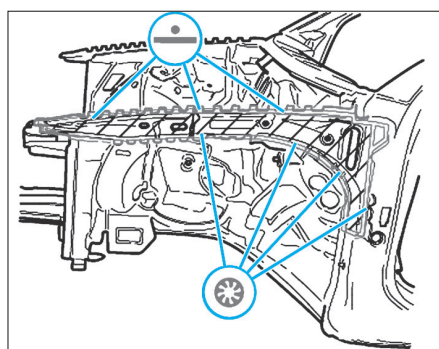

FIG. 10
- Souder la pièce intermédiaire, soudure par points en ligne droite (Fig.10).